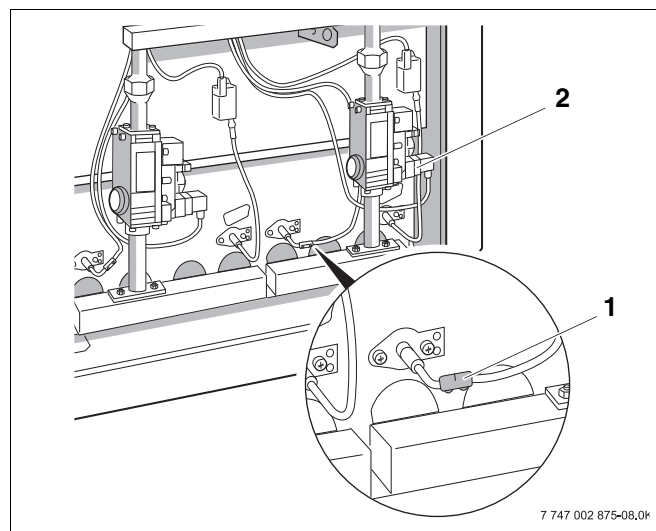

Рис. 33 Проверка контроля пламени
- Удалите защиту от прикосновения на контрольном кабеле (Рис. 33, поз. 1) и разъедините штекерное соединение.
Примерно через 12 секунд откроется электромагнитный клапан (Рис. 33, поз. 2), что можно распознать по тихому щелчку. Примерно через 10 секунд после этого горелка переключается на неисправность, т.е. загорится сигнальная лампочка на кнопке подавления помех.